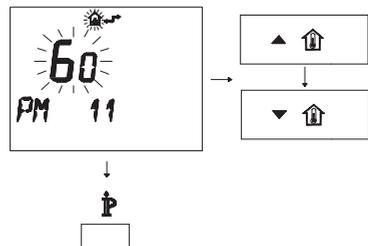

Figura 5.38
- Para modificar el punto de consigna programado, use los botones \blacktriangle \mathbb{P} o \blacktriangledown \mathbb{P} y espere a que el número programado comience a parpadear (Figura 5.38). Cada paso de aumento o reducción equivale a 1 segundos.